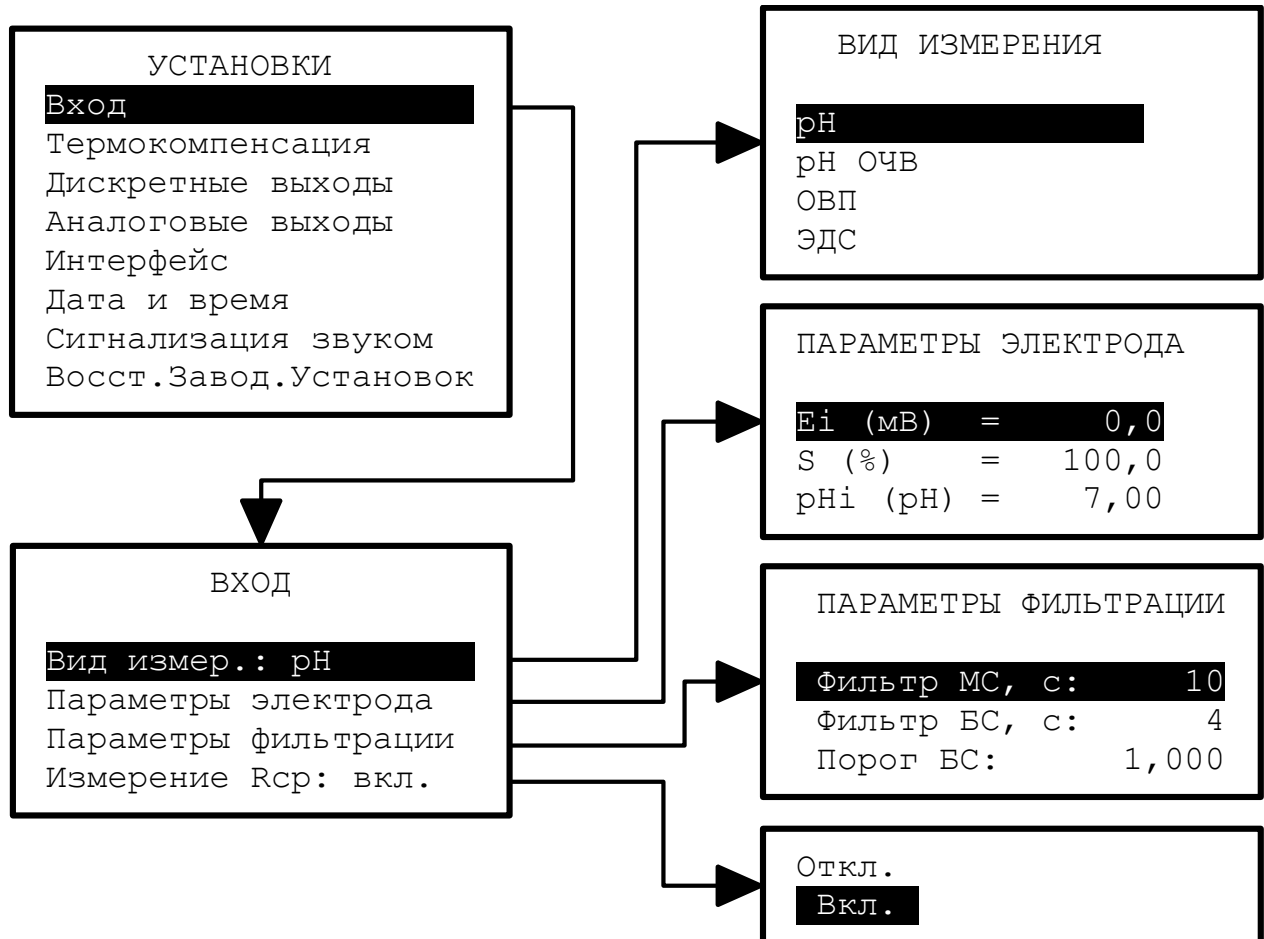

Рисунок 8 - Меню «ВХОД»
3.3.1.8 **рН** - цифровое отображение результатов измерений выбранного основного параметра. Вид измерения основного параметра: **рН**, **рН ОЧВ**, **ОВП** или **ЭДС** устанавливается в «ГЛАВНОЕ МЕНЮ - Установки - Вход - Вид измерения», смотри (Рисунок 8).
В данном меню (смотри Рисунок 8) устанавливаются вид измерения основного параметра, параметры электрода, параметры фильтрации и включается или выключается диагностика электрода.